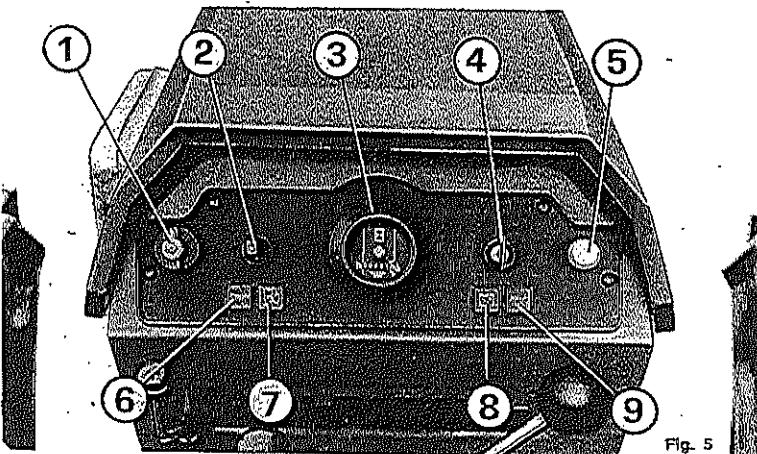

Fig. 5
- 2) Fully pull engine stopping knob 5 (Fig. 5) towards the operator (as shown in Fig. 9)
- 2) Tirer à fond la poignée d'arrêt du moteur 5 (Fig. 5) vers le conducteur, comme montré à la Fig. 9.
- 2) Tirar a fondo el pomos de detención del motor 5 (Fig. 5), hacia el conductor, como se indica en la Fig. 9.
Cruscotto (Fig. 5)
Instrument panel (Fig. 5)
Tableau de bord (Fig. 5)
Tablero (Fig. 5)